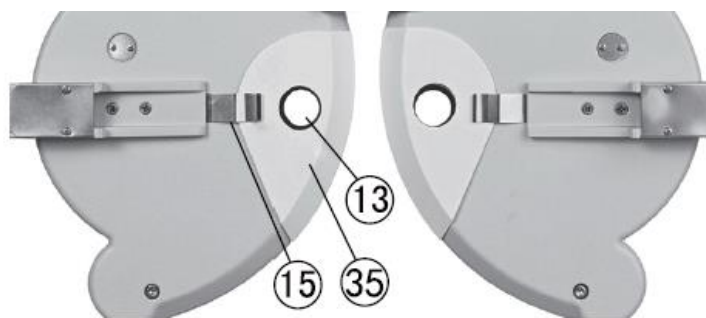

Fig.10
Atașați ecranul facial ③⑤ astfel încât acea clemă de protecție facială ③⑤ o prinde. Apoi aliniați deschiderea ecranului facial cu deschiderea de examinare ③③ (Fig.10).